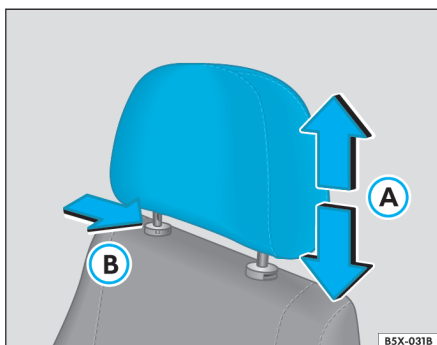
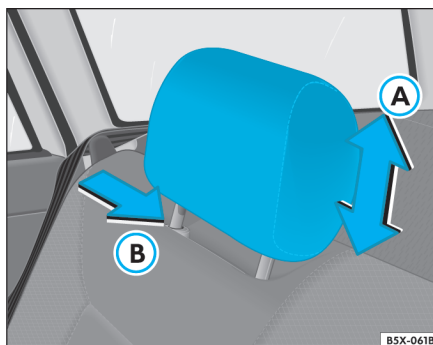

Fig. 58 Ajuste o retire los apoyacabezas delanteros
Fig. 59 Ajuste o retire los apoyacabezas traseros - 3/5 Puertas /S. Wagon
- Mueva el apoyacabezas para arriba o para bajo ⇒ fig. 58 (A), hasta alcanzar la altura correcta ⇒ página 73.
- Mueva el apoyacabezas para arriba o para bajo ⇒ fig. 59 (A), hasta alcanzar la altura correcta ⇒ página 73 ⇒ ⚠.
- Presione la traba ⇒ fig. 58 (B) o ⇒ fig. 59 (B).
- Empuje el apoyacabezas hacia bajo, presionando la traba ⇒ fig. 58 (B) o ⇒ fig. 59 (B).